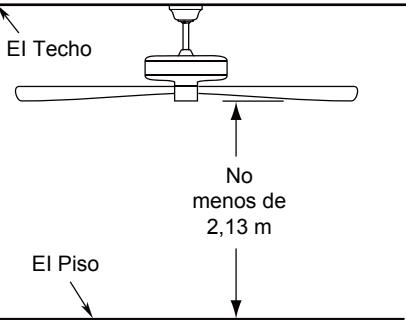

Figura 2
Uso de perfil profundo (Figura 2)
2. Retire el clip de horquilla y pasador de horquilla de la parte inferior de la bola para colgar. Retener el pasador y clip para la reinstalación en el paso 4. (Figura 2)
Debe colgar el ventilador a una distancia mínima de 2,13 m desde las aspas hasta el piso. (Figura 2)
Para evitar una posible descarga eléctrica, asegúrese de cortar la alimentación eléctrica de la caja de fusibles principal antes de alambrado el ventilador. (Figura 2)
- ☐ 2. Coloque y ajuste firmemente la cubierta para el tornillo de la base sobre los tornillos de reborde de la abrazadera para colgar mediante el mecanismo de seguro por giro del chavetero. (Figura 2)
- ☐ 2. Instale la ensamble de la placa de iluminación en el soporte utilizando las dos ranuras principales de conexión. Vuelva a colocar el tercer tornillo y asegure los tres tronillos. (Figura 2)
- ☐ 2. Restaure la fuente de alimentación de la toma de corriente enciendo la electricidad del fusible principal. (Figura 2)